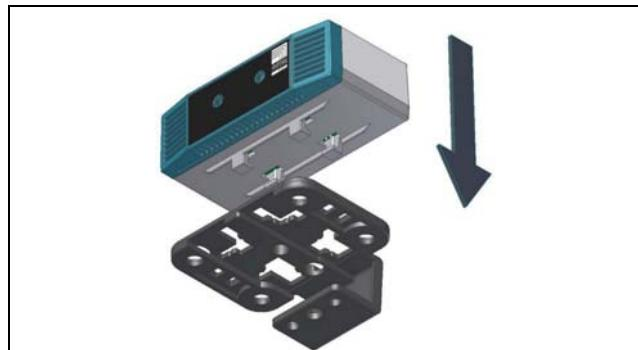
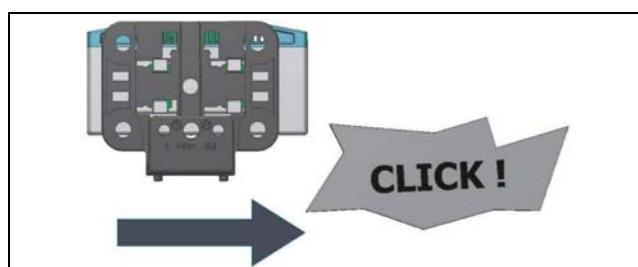

Рис. 3: Установка датчика на держатель
Рис. 4: Фиксация датчика на держателе
- Затем установите датчик утечки на держателе (рис. 3) и зафиксируйте его (рис. 4).